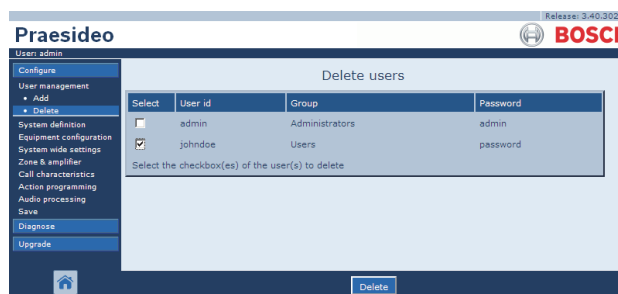

figure 42.6 : Suppression d'un utilisateur, étape 2
- 2 Cochez la case devant le compte à supprimer (voir figure 42.6).